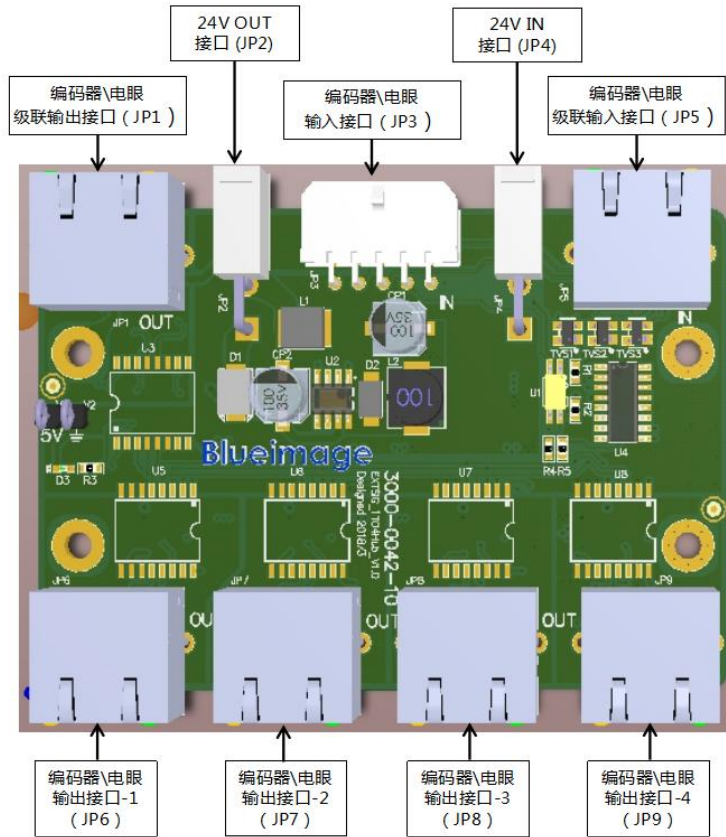

图 3-5 SLAVE-EXTSIG_1TO4_HUB 电气接口
SLAVE-EXTSIG_1TO4_HUB 电气接口参见上图 3-5，图中接口定义及功能描述
SLAVE-EXTSIG_1TO4_HUB 支持标准差分（RS422）编码器与 NPN 型集电极开路（OC）电眼单端信号。上图 3-5 中外部编码器与电眼级联输入接口-JP1 接口定义如下表 3-8。
SLAVE-EXTSIG_1TO4_HUB 支持标准差分 (RS422) 编码器与 NPN 型集电极开路 (OC) 电眼单端信号。上图 3-5 中外部编码器与电眼级联输出接口-JP1 接口定义与表 3-8 相同。